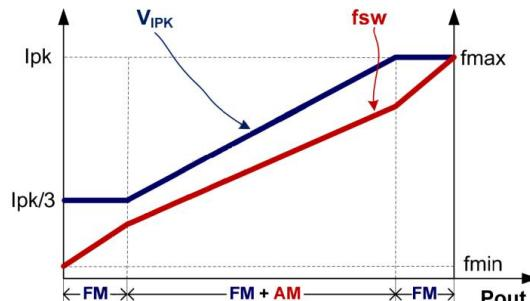

图1
为满足系统平均效率和空载待机方面的严格要求，U3220E采用了调幅控制 (AM) 和调频控制 (FM) 相结合的工作模式，如图 1 所示。